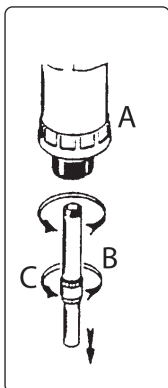

fig.1
4.1. GENERAL USE (Figs 1,2 & 3):